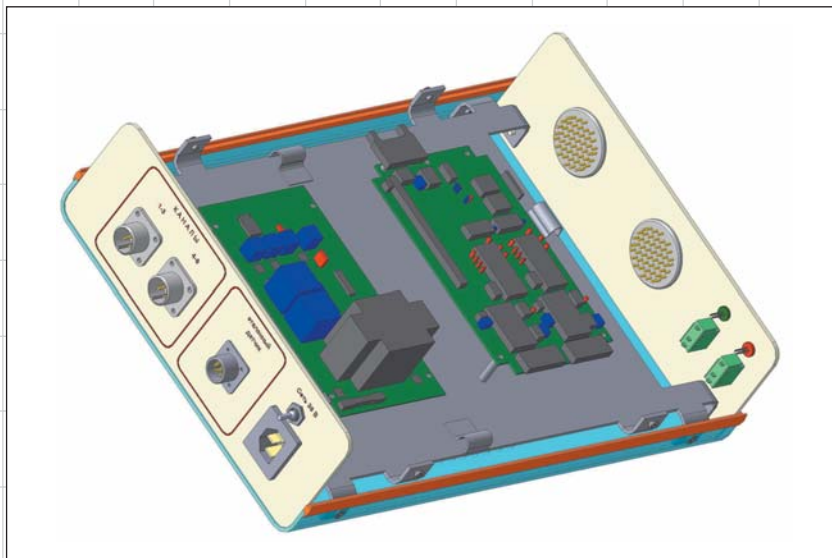

Рис. 1
2. Конструктор начинает моделировать трехмерное изделие, подбирая или создавая основные детали и под сборки (рис. 1). В составе подборок, а также основной сборки конструктор размещает модели приборных (блочных) частей соединителей (разъемов). В моделях разъемов еще на этапе их создания формируются специальные метки, с помощью которых впоследствии можно будет автоматически позиционировать ответные кабельные части.